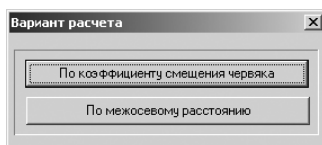

Рис. 5.44. Диалоговое окно **Вариант расчета**
- щелкните в начальном окне системы **Расчеты червячной цилиндрической передачи** по кнопке **Геометрический расчет**. Появится диалоговое окно **Вариант расчета**, см. рис. 5.44.